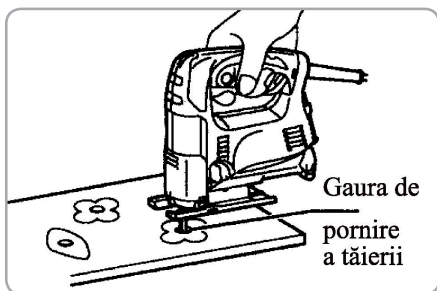

Fig.8
- Introduceți lama în această gaură pentru a începe tăierea.(Fig. 8)